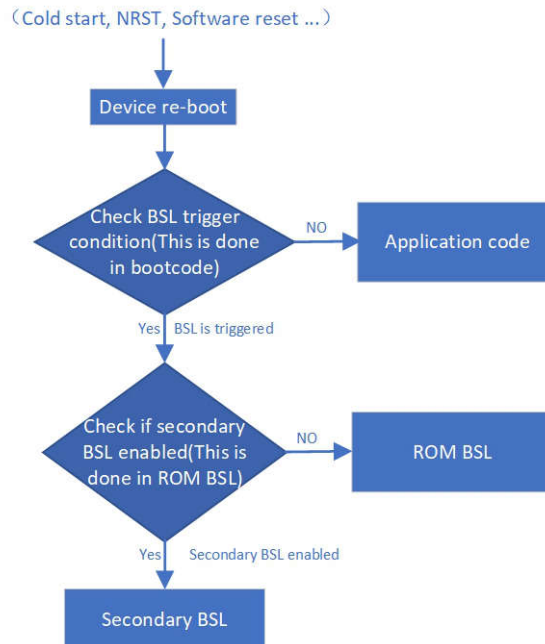

図 1-7. セカンダリ BSL 実行フロー
- セカンダリ BSL を 0x1000 から開始する場合、0x0 を除いてフラッシュ内の任意の場所に配置できます。アプリケーションコードは 0x0 アドレスから開始する必要があるためです。この条件では、デバイスが起動またはリセットされたときに、デバイスはブートコード内の BSL 起動条件を確認し、アプリケーションコードを実行するか BSL コードを実行するかを決定します。このデモでは、ROM ベースの BSL のトリガリソースを再利用しました。(ハードウェア、ソフトウェア、および未書き込みデバイスの検出。詳細については MSPM0 ブートローダ ユーザ ガイド のセクション 3.2 を参照してください)。図 1-7 に、セカンダリ BSL デモの実行フローを示します。